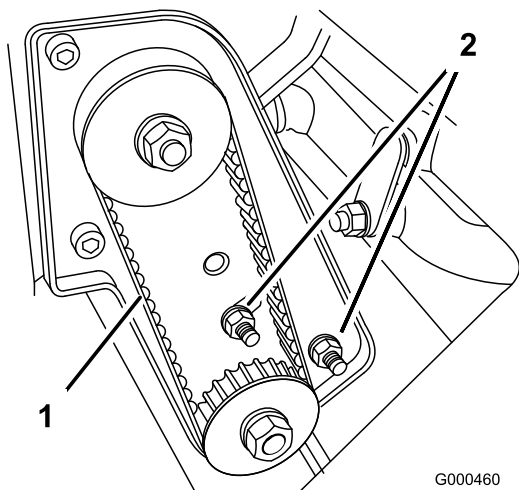

Figura 38
- A. Desaperte as porcas de montagem da caixa de mancal (Figura 38).
- C. Mantendo o ajuste da chave de aperto, aperte as porcas de montagem da caixa de mancal (Figura 38). Não aperte demasiado a correia.